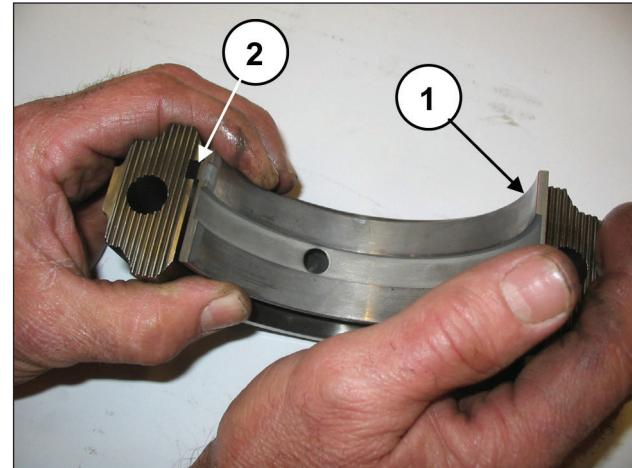
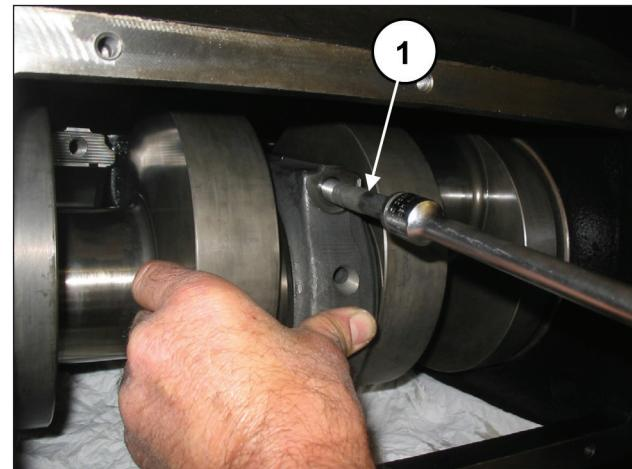

Abb. 59
Abb. 60
Montieren Sie die unteren Lagerschalen an die Pleueldeckel (Pos. ②, Abb. 59) und vergewissern Sie sich dabei, dass die Bezugsmarkierung der Lagerschalen in der entsprechenden Aufnahme am Deckel zu liegen kommt (Pos. ②, Abb. 59). Befestigen Sie die Pleueldeckel mit Pleuelhälften anhand der Schrauben M12x1,25x87 (Pos. ①, Abb. 60).